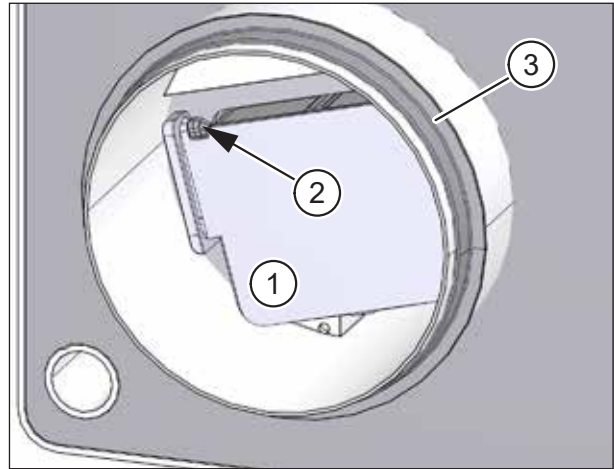

Abb. 34: Luftklappe am Fortluftstutzen und Dichtungen kontrollieren
- ▶ Kontrollieren Sie, dass die Luftklappe (Pos. 1 in Abb. 34) am Fortluftstutzen korrekt in der Halterung (Pos. 2 in Abb. 34) sitzt.
- ▶ Kontrollieren Sie, dass die Dichtungen (Pos. 3 in Abb. 34) um die Luftstutzen an der Rückseite des Lüftungsgerätes nicht beschädigt sind. Beschädigte Dichtungen sind umgehend zu erneuern.
- Zur leichteren Gerätemontage (siehe Abschnitt 11.6 auf Seite 36) können Sie Spülmittel oder Vaseline auf die Dichtungen (Pos. 3 in Abb. 34) an den Luftstutzen auftragen.